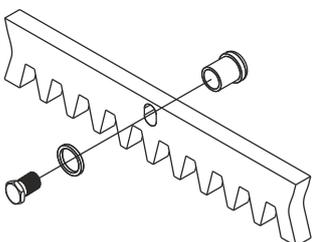

Fig. 8
**5.2.** Fijar los trinquetes de soporte a cada elemento de la cremallera mediante los relativos tornillos de bloqueo, cuidando de colocarlos en la parte superior del agujero - Fig. 8